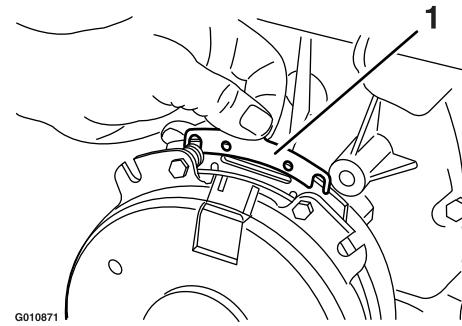

Figura 70
- B. Usando un alicate de punta fina, o a mano, sujeté la pestaña y retire el suplemento (Figura 70).
Retire cualquier acumulación de hierba, suciedad u otros residuos de la rejilla del motor. Esto ayuda a asegurar una refrigeración adecuada y una velocidad de motor correcta, y reduce la posibilidad de sobrecalentamiento y daños mecánicos al motor (Figura 70).